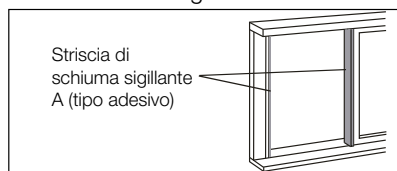

Fig. 18
1. Tagliare le strisce di schiuma sigillante (tipo adesivo) nelle lunghezze desiderate e fissarle sul telaio della finestra. Vedi Fig. 18.